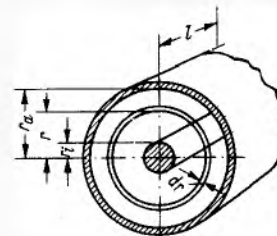

Bild 6. Zur Berechnung der dielektrischen Verluste einer koaxialen Leitung
Wie ändern sich die Verhältnisse aber, wenn man statt Luft als Isoliermaterial ein anderes Dielektrikum mit der relativen Dielektrizitätskonstanten  $\epsilon_r$  benutzt? Hierzu betrachten wir nochmals die durch Formel (12) beschriebenen Verluste im Dielektrikum näher. Diese Verluste können bei einer bestimmten Frequenz durch die Angabe eines spezifischen Leitwertes  $\kappa_D$  beschrieben werden. Damit läßt sich der Querwiderstand eines Stückes Koaxialleitung der Länge  $l$  mit den Bezeichnungen von Bild 6 angeben: